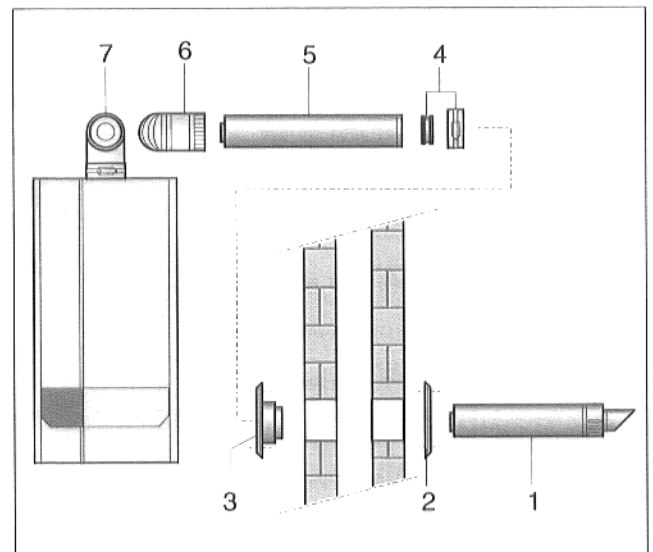

Abb. 22 Montage Mauerdurchführung
- Äußere Abdeckplatte (schwarz, Abb. 22, Pos. 2) an der Außenwand anschrauben.
- Konzentrische, waagerechte Mauerdurchführung (Abb. 22, Pos. 1) von außen hindurchschieben.
- Schornsteinanschluß (weiß, Abb. 22, Pos. 3) von innen über die Mauerdurchführung schieben und so ausrichten, daß in die Luftzufuhr kein Wasser eindringen kann.
- Verbindung zum Heizkessel mit konzentrischem Rohr (Abb. 22, Pos. 5) herstellen. Verbindungsstelle schornsteinseitig mit Silikonmanschette und Klemmband (Abb. 22, Pos. 4) verschließen.
Die konzentrischen Bögen (Abb. 22, Pos. 6 und 7) dichten schornsteinseitig mit zwei innenliegenden Silikondichtungen ab.